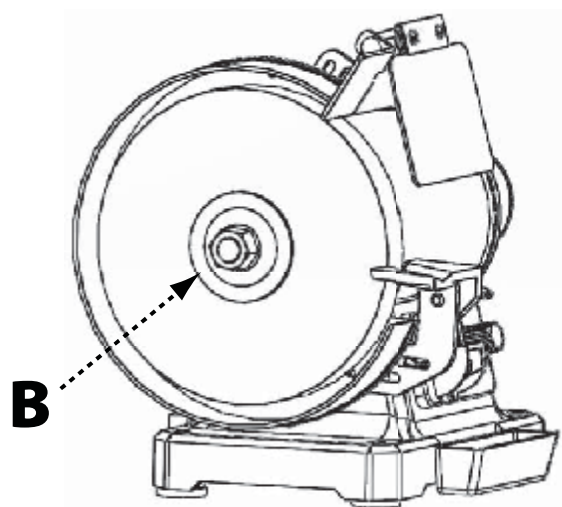

FIGURA 5
3. Con una llave adecuada, en la tuerca del eje (B) al tiempo que usa la otra mano para impedir que el disco se mueva. Vea la Figura 5. Apriete la tuerca del eje tanto como sea posible.